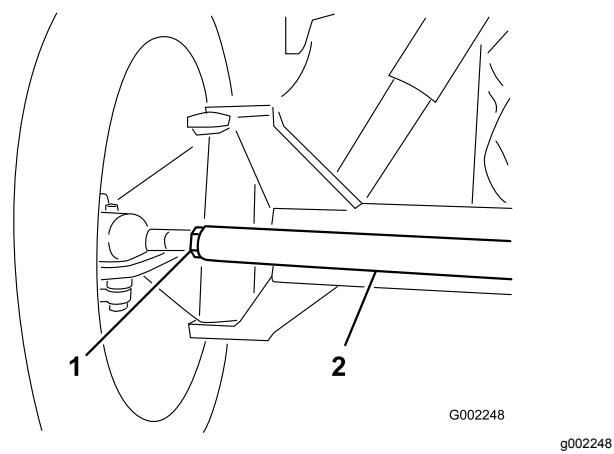

Figure 91
3. Si les mesures sont hors spécifications, desserrez les écrous de blocage aux deux extrémités de la biellette (Figure 91).